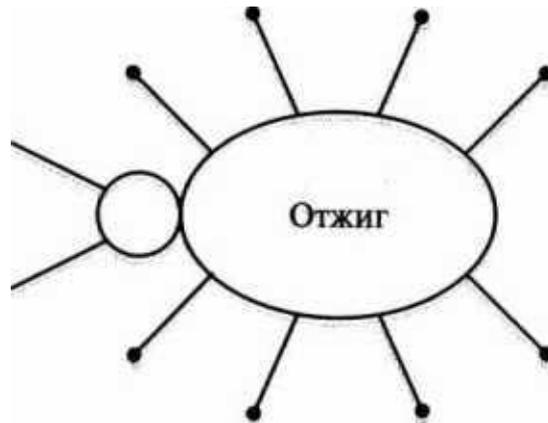

Рис. 4.2. Виды отжига («паучок» и «башмачки»)
5. Дорисуйте «башмачки» к «лапкам паучка» (рис. 4.2). Укажите в них виды отжига.